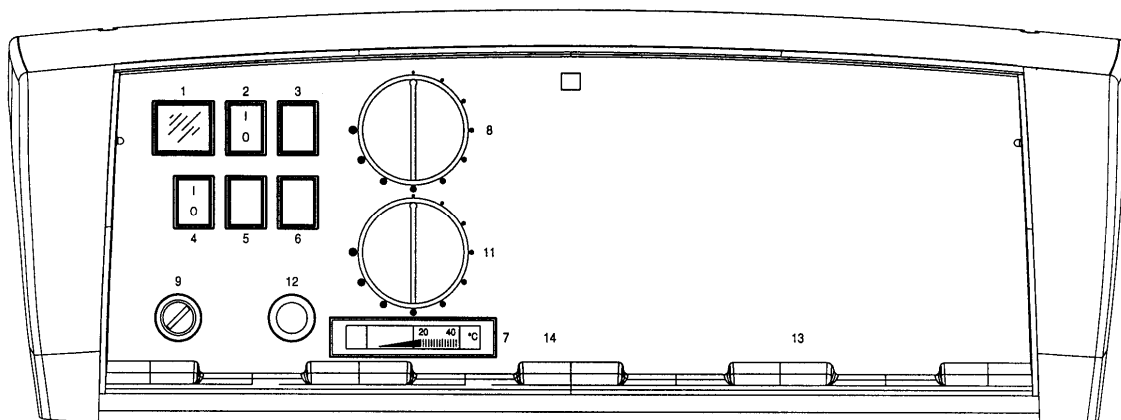

Рис. 3
3.4 ПАНЕЛЬ УПРАВЛЕНИЯ ОПЦИОННО REX/REX F/REX K/REX K F/STR (Рис. 3)